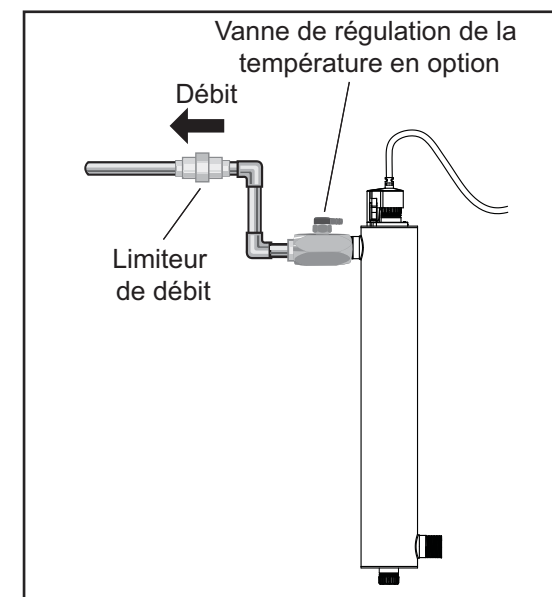

Figure 4 Limiteur de débit
3. Montez le système au mur à l'aide des pinces fournies. Différentes méthodes de branchement peuvent être utilisées pour brancher la source d'eau au système, cependant les connecteurs de type union sont recommandés. L'utilisation d'un dispositif de limiteur de débit permettra de maintenir le débit nominal du fabricant. Le limiteur de débit doit être installé sur l'orifice de sortie, il est conçu pour être installé sans une seule direction. Assurez-vous que l'écoulement de l'eau correspond à la direction de l'écoulement comme indiqué sur le limiteur de débit. Consultez la Figure 4.